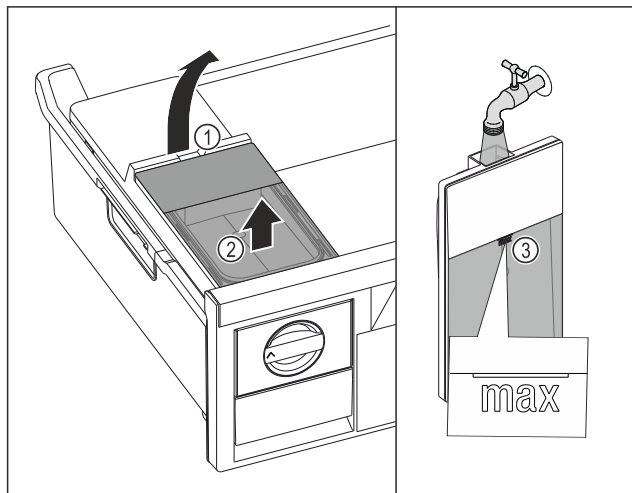

Fig. 103
- ▶ Zbiornik wody unieść za wycięcia Fig. 103 (1).
- ▶ Wyjąć zbiornik wody do góry Fig. 103 (2)
- ▶ Zbiornik wody napełnić wodą pitną aż do oznaczenia Fig. 103 (3).